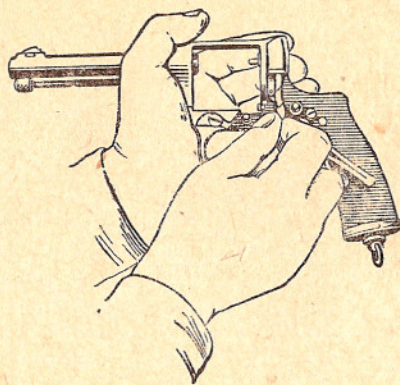

Рис. 36. Как отделить ползун.
10) **отделить ползун от рамки**, предварительно отведя его насколько возможно вниз (рис. 36);